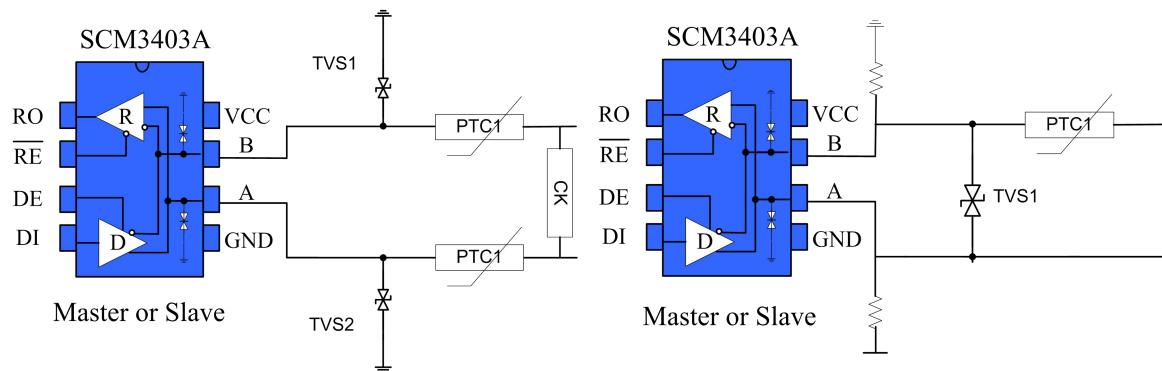

图 12 端口防护方案
3.总线端口防护 : 在恶劣的环境下, RS485 通讯端口通常都做好静电防护、雷击浪涌防护等额外的防护, 甚至还需要做好防止 380V 市电接入的方案, 以避免智能仪表、工控主机的损坏。图 12 为常见的 3 种 RS485 总线端口防护方案。第一种为 AB 端口分别并联 TVS 器件到保护地, AB 端口之间并联 TVS 器件、AB 端口分别串联热敏电阻、并接气体放电管到保护地形成三级保护的方案; 第二种为 AB 分别并联 TVS 到地、串联热敏电阻, AB 之间并联压敏电阻的三级防护方案; 第三种为 AB 分别接上下拉电阻到电源与地, AB 之间接 TVS, A 或 B 某一端口接热敏电阻的方案。